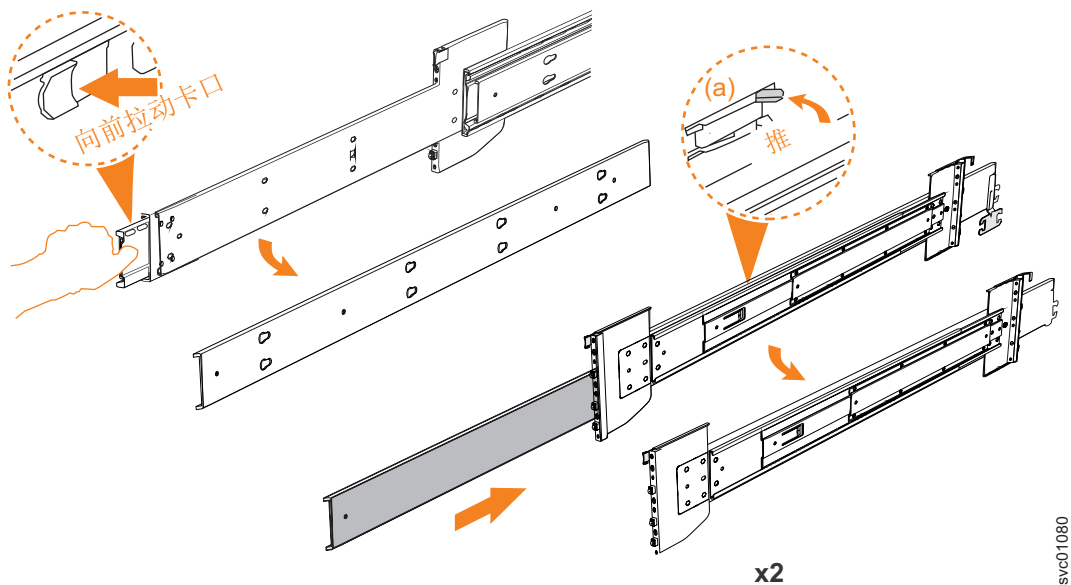

图 33. 拆下内部导轨部件
3. 卸下导轨的内部构件。推动卡口 (**a**)，并向后滑动中间的导轨构件，如第 48 页的图 33 中所示。